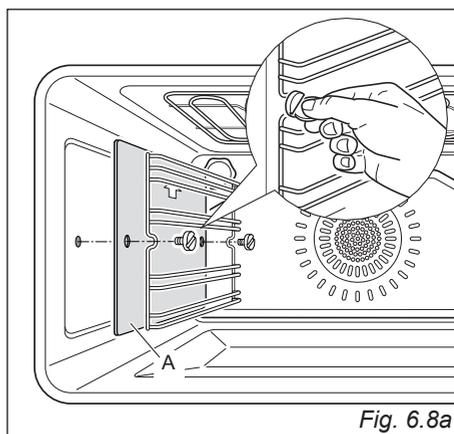

Fig. 6.8a
Monte los marcos laterales fijándolos a las paredes del horno con 2 tornillos (fig. 6.8a).
En los modelos con paneles catalíticos estándar, coloque los paneles autolimpiantes "A" con la flecha hacia arriba (fig. 6.8a).
- Atornille los marcos laterales a las paredes del horno (fig. 6.8a).